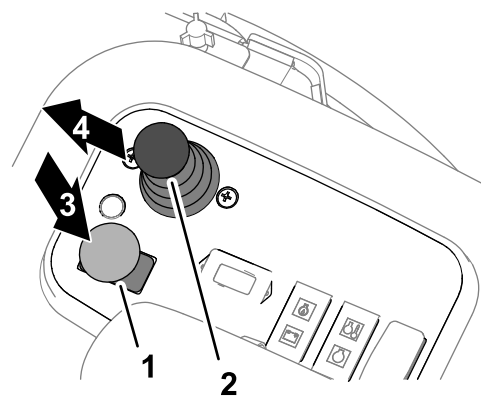

Bild 35
3. Stellen Sie den Mähwerk-Antriebsschalter in die AUSGEKUPPELT-Stellung (Bild 35).
5. Verwenden Sie den Hebel zum Absenken bzw. Anheben der Mähwerke, um die Mähwerke abzusenken (Bild 35).